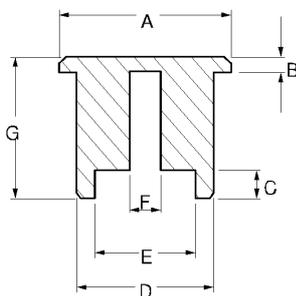

Ilustración 81
9. Fabrique una herramienta adecuada para presionar el sello nuevo de refrigerante (6) en posición. La herramienta debe tener las dimensiones mostradas en la ilustración 81 y en la tabla 10.